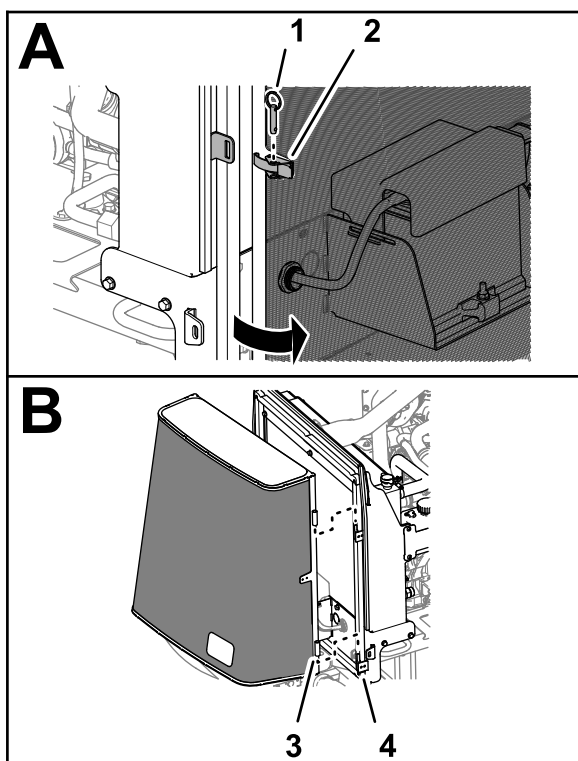

Рисунок 2
4. Извлеките штифт с кольцом, который крепит защелку решетки (Рисунок 2).
5. Разблокируйте защелку решетки (Рисунок 2).
6. Снимите решетку со стержней шарниров на раме радиатора (Рисунок 2).